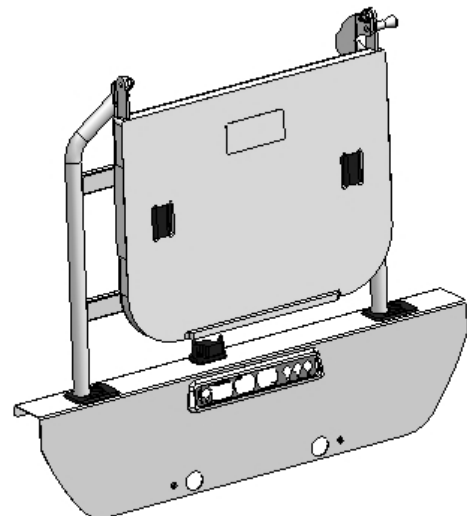

Figure 3
- Face à l'extrémité droite de la boîte (tête/pied) (Figure 3)
3. Pour obtenir la position support à moniteur (Figure 3), rabattez complètement le plateau vers l'intérieur du lit et relâchez le verrou.